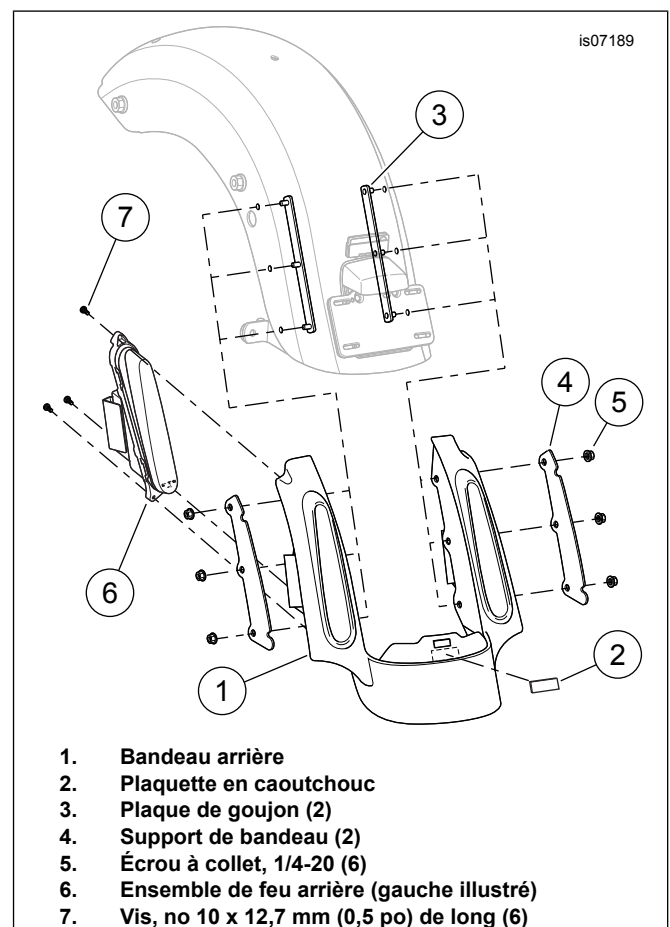
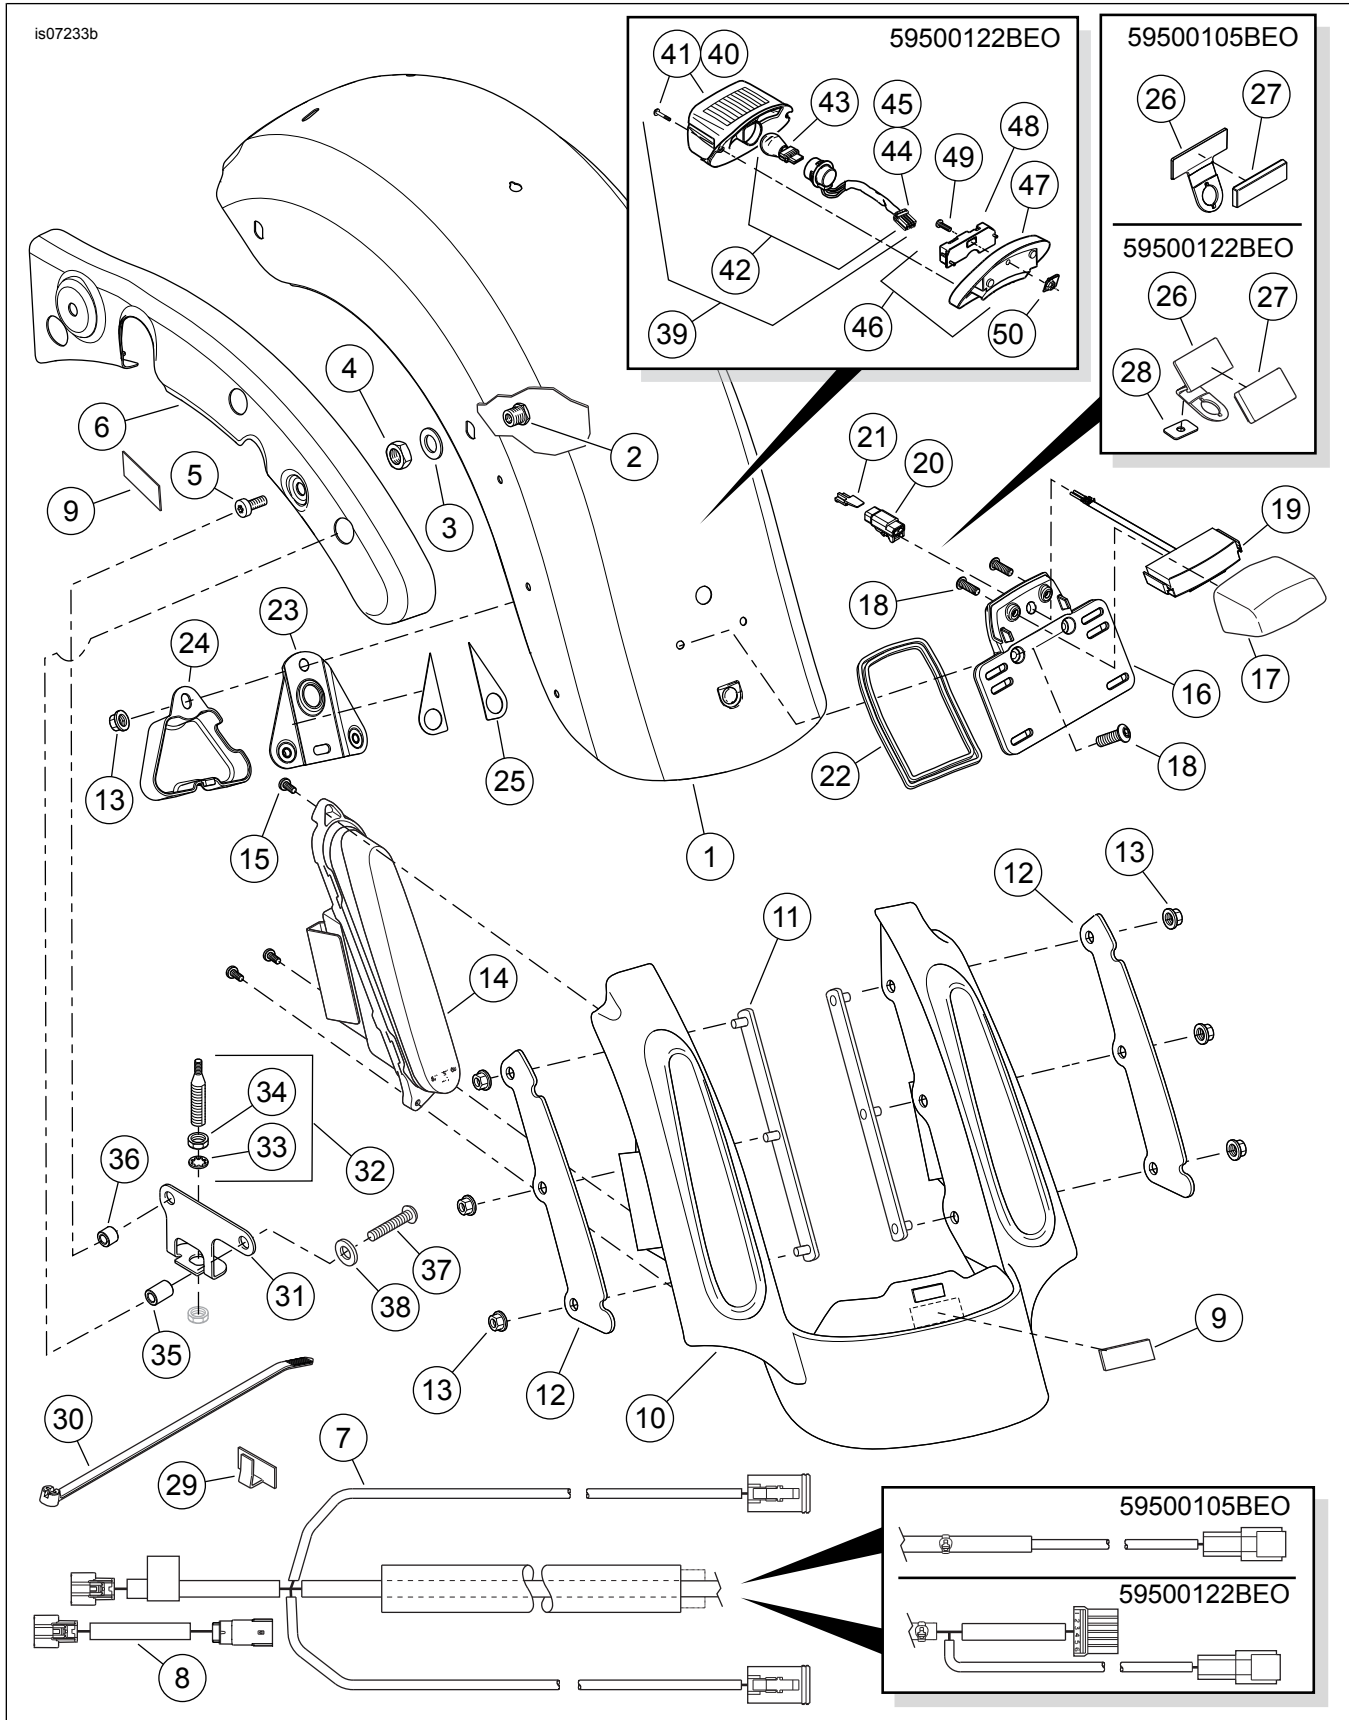

Figure 5. Installation de la plaque de bordure arrière
Figure 6. Pièces de rechange, kits de garde-boue arrière FL Touring de style CVO
2. Voir Figure 5. Retirer la doublure du support adhésif de la plaquette en caoutchouc 44 x 19 x 1 mm (x in) (2). Positionner la plaquette au centre du bandeau (1), juste en dessous de la fente tel qu'illustré. Pousser fermement pour mettre en position.
3. Placer la plaque de bordure sous le bord arrière du garde-boue, alignant les trois trous de chaque côté de la plaque de bordure avec les trous correspondants dans le garde-boue. Insérer les trois goujons d'une plaque de goujon (3), d'en dessous le garde-boue, par les trous dans le garde-boue et la plaque de bordure sur un côté.
1. Voir Figure 6. Déconnecter le câble d'antenne de l'ensemble de base d'antenne.
6. Utiliser le nouveau support d'antenne (31), les nouvelles entretoises (35 et 36), les nouvelles vis (37), les nouvelles rondelles plates (38) et le nouvel ensemble de base d'antenne (31).
7. Positionner le support d'antenne près des supports de garde-boue, comme illustré dans la Figure 5, et fixer le support aux supports de garde-boue :
- a. Monter la rondelle mince (38) sur les filets de vis.
- c. Glisser les entretoises sur les filets dépassant du support. Bien noter les longueurs d'entretoise. Se reporter à la Figure 5.
8. Installer la rondelle-frein à dents intérieure (33) du kit sur le grand filetage de la base d'antenne (32), sous l'écrou hexagonal (34). Introduire la base d'antenne à travers le trou dans le support de montage d'antenne.
9. Installer le deuxième écrou hexagonal (34) sur le filetage de la base d'antenne. Placer une clé sur l'écrou supérieur et serrer l'écrou inférieur à un couple de 8 N·m (6 ft-lbs).
12. Visser solidement l'ensemble du mât d'antenne sur la base d'antenne (31).
2. Voir Figure 6. Prendre quatre vis de montage de garde-boue de 5/16-18 x 25,4 mm (1 in) de long (5) du kit. Installer sans serrer une vis par la barre de châssis arrière dans le bossage de montage du garde-boue le plus postérieur de chaque côté.
9. **Modèles FLHTCU/SE** : Installer les couvercles de support de garde-boue chromés retirés précédemment. **TOUS les modèles sauf FLHTCU/FLHTCUSE** : Voir Figure 6. Installer les couvercles de support de garde-boue peints avec une couche de finition (6) du kit.